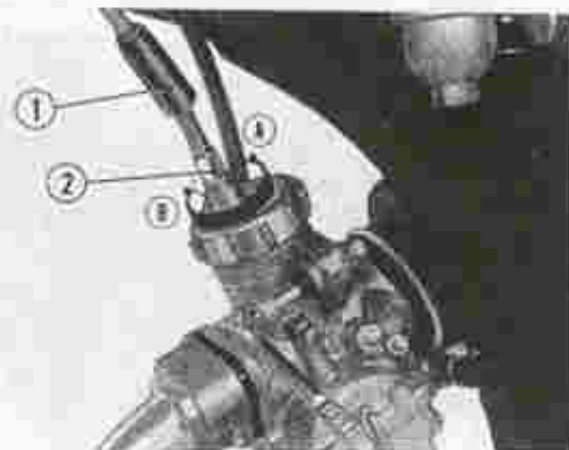

Fig. 13 CD50H
- 1) De vrije speling op het gasdraaihandvat moet ongeveer 10° zijn. Om de juiste speling te krijgen wordt de stelschroef op de carburateur aan het eind van de gaskabel gesteld. Draai het stuur geheel naar links en naar rechts om te controleren of de kabel niet te strak staat. (Fig. 13, 14)